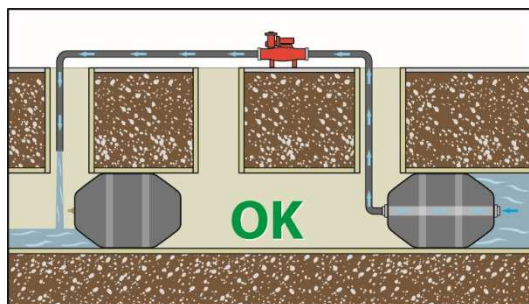

Figura 16 – Scarico pressione a monte dell'otturatore mediante aspirazione acqua con pompa dal by-pass.
1. Se l'otturatore è dotato di by-pass la riduzione di pressione può avvenire secondo la procedura schematizzata in Figura 16.
2. Se l'otturatore non è dotato di by-pass è necessario che l'acqua venga aspirata da un pozzetto a monte dell'otturatore e riversata a valle con procedura analoga a quella riportata in Figura 16.